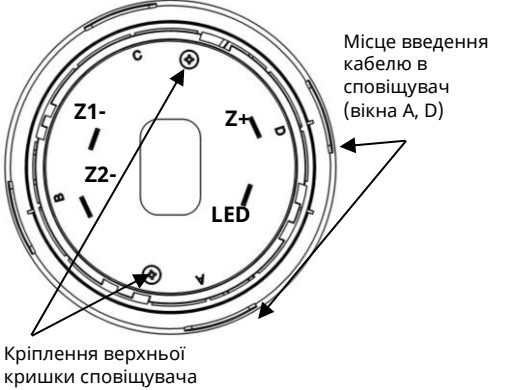

Рисунок 4.1 – Вигляд сповіщувача з боку контактів
- 2) встановити базу на рівній поверхні, прикріпити шурупами або гвинтами згідно з Рис. 4.1, після затягування яких база не повинна бути деформована;
- 3) закріпити дроти ШС в гвинтових клемах бази відповідно до Рис. 4.1 і таблиці 3.1. В базі сповіщувача чотири клеми;